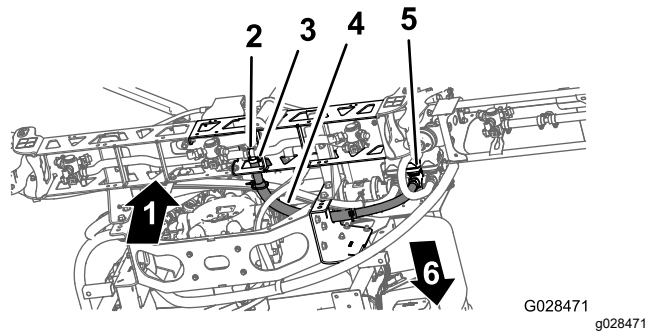

Figura 44
1. Enrute la manguera de la sección de brazo central como se muestra en Figura 44.
2. Instale la manguera de la sección del brazo sobre el conector en T dentado en la sección del brazo central y sujete la manguera con una abrazadera (Figura 44).